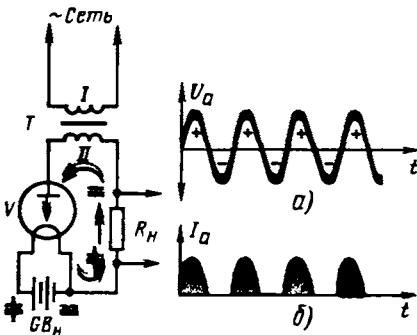

Рис. 218. Диод выпрямляет переменный ток
Обратимся к рис. 218. Здесь, как и в предыдущем примере, катод диода накаляется током батареи GB_H . На анод лампы подается переменное напряжение,
источником которого служит вторичная (II) обмотка сетевого трансформатора Т. В этом случае напряжение на аноде периодически изменяется по значению и знаку (рис. 218, а). А так как диод обладает односторонней электропроводностью, ток через него идет только при положительном напряжении на его аноде. Говоря иными словами, диод пропускает положительные полуволны (рис. 218, б) и не пропускает отрицательных полуолн переменного тока. В результате в анодной цепи течет ток одного направления, но пульсирующий с частотой переменного напряжения на аноде. Происходит выпрямление переменного тока — явление, знакомое тебе по работе полупроводникового диода.